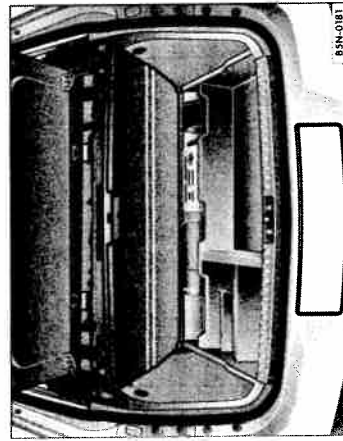

Fig. 111 Organizarea compartimentelor de depozitare
- Eventual scoateți roata de rezervă și suportul din spumă ⇒ pagina 115, fig. 110", resp. compartimentele de depozitare ⇒ pagina 116, fig. 111" din autovehicul.
- Împingeți mocheta variabilă a portbagajului sub bolțurile laterale ① și așezați-o pe podea.